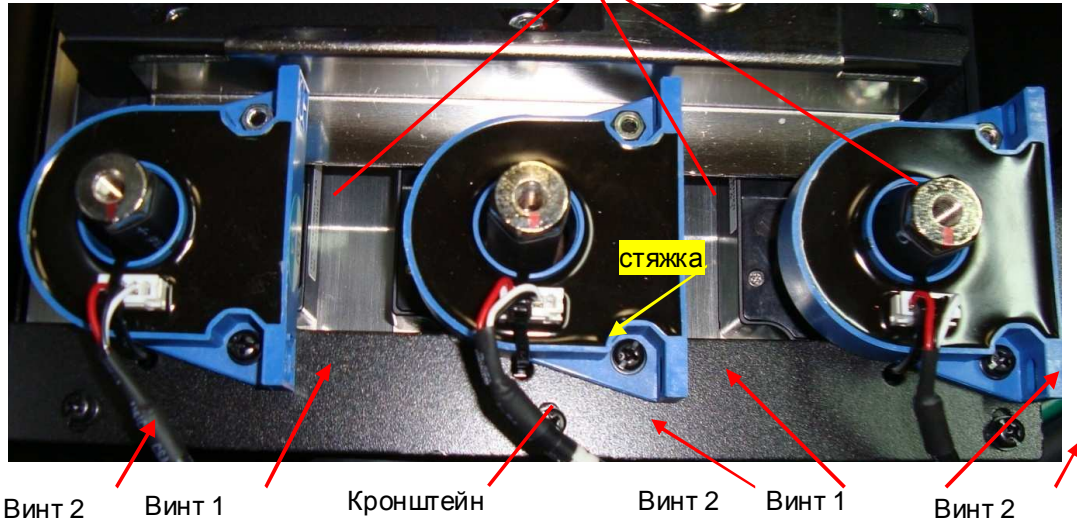

Рис. 6.12
6.9.2. Демонтировать кабели датчиков тока, разрезав стяжки на разъемах (рис. 6.12).